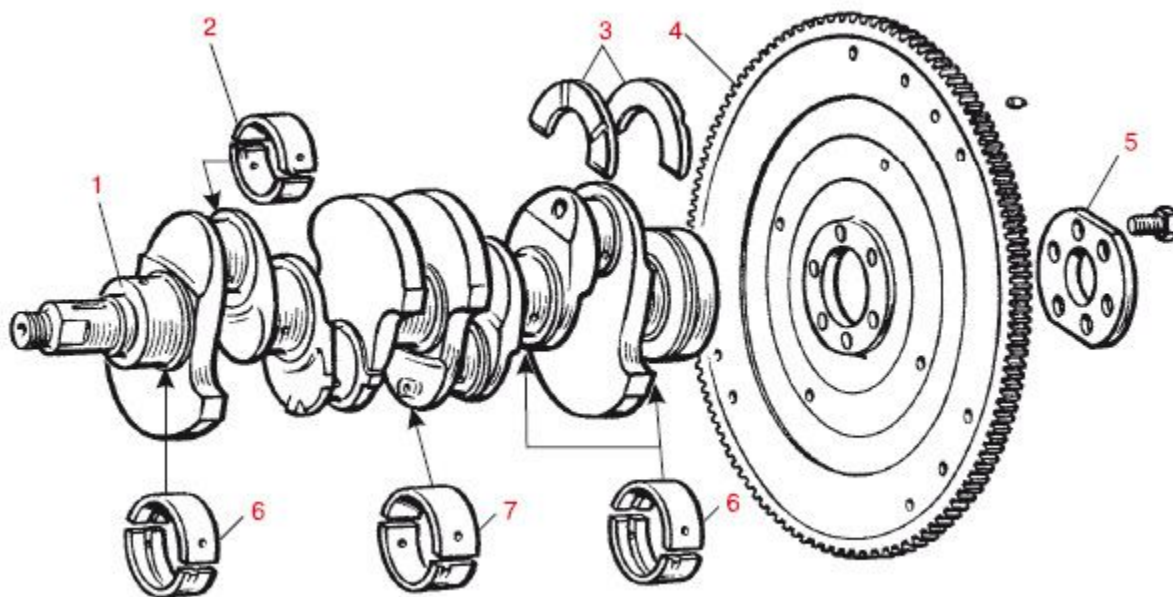

Рис. 2.5. *Коленчатый вал с маховиком:*
Далее следует преобразование хода поршня во вращение вала. Для этого поршень с помощью пальца и шатуна шарнирно соединен с кривошипом коленчатого вала, который вращается на подшипниках, установленных в картере двигателя (рис. 2.5).
Для повышения равномерности вращения на коленчатом валу, выходящем наружу из корпуса двигателя, закрепляют массивный диск – маховик (см. рис. 2.5). Когда двигатель работает, вал с маховиком вращаются.
- ◆ коленчатого вала (см. рис. 2.5);
На подшипниках в блоке цилиндров вращается коленчатый вал (см. рис. 2.5). Во внутренних полостях блока, между его двойными стенками, циркулирует охлаждающая жидкость, там же проходят специальные каналы системы смазки двигателя, по которым циркулирует масло. Наружное оборудование двигателя монтируется преимущественно на блоке цилиндров и при работающем моторе составляет с ним единое целое. Нижняя часть блока называется *картером* и представляет собой поддон (резервуар) для масла.